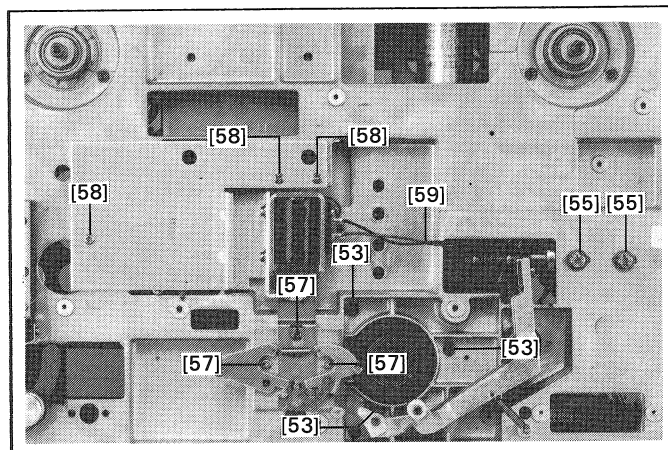

Fig. 25
- 3 Schrauben der Tonmotorflanschung [53] (Fig.25) lösen, gleichzeitig den Tonmotor mit einer Hand sichern und ausfahren.